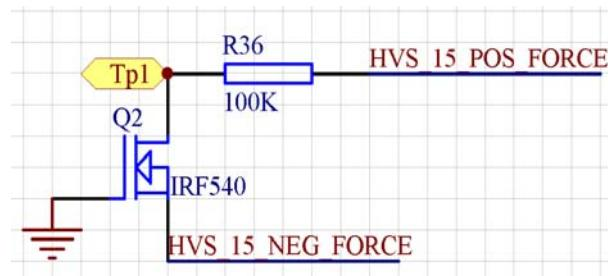

图 12.1 HVS 测试线路图
(1) 示例线路如下图 12.1:
HVS 为高压源，如上图 12.1 所示，本示例选用 NMOS 管 IRF540 测量其 BVDSS，MOS 管的 D 级接 HVS 的 POS_FORCE，S 级接 HVS 的 NEG_FORCE，通 250UA 的电流，测 MOS 管的 VDS，在 HVS 的 POS 端接匹配的电阻，能消除 HVS 的纹波，使测量准确。